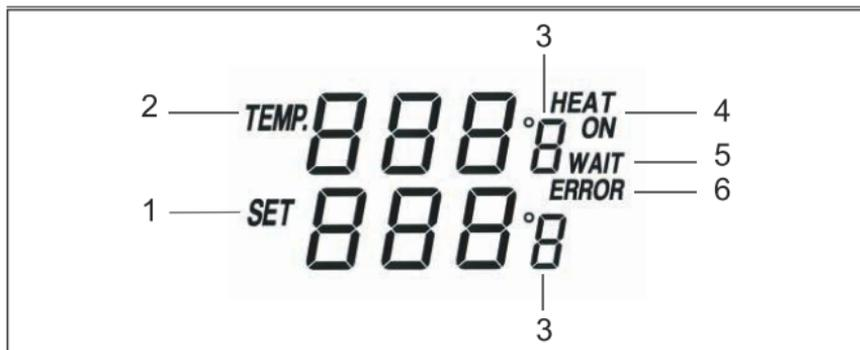

Fig.47: LC-display
- Använd inte lödstationen om inte lödkolven är ansluten. *Om ingen lödkolv är ansluten eller om lödkolven är defekt ljuder en varningston när lödstationen slås på och "ERROR" blinkar i displayen. Se fig. 47.*
Exempelvis 300 °C: Efter att du har tryckt på knappen "300 °C" visas den valda temperaturen i displayen "SET 300 °C" ("Inställning 300 °C"). Det övre värdet till höger om "Temp" stiger till 300 °C. Till höger i displayen visas "HEAT ON" ("Uppvärmning aktiverad") och "WAIT" ("Vänta"). Se fig. 47. Den slocknar när temperaturen 300 °C har uppnåtts och uppvärmningen har avslutats. "WAIT" ("Vänta") visas i displayen när lödkolvens temperatur avviker mer än 10 °C från den valda temperaturen och lödstationen korrigerar temperaturen till det inställda värdet. Det är normalt att temperaturen kan fluktuera med ca 10 °C från det inställda värdet.